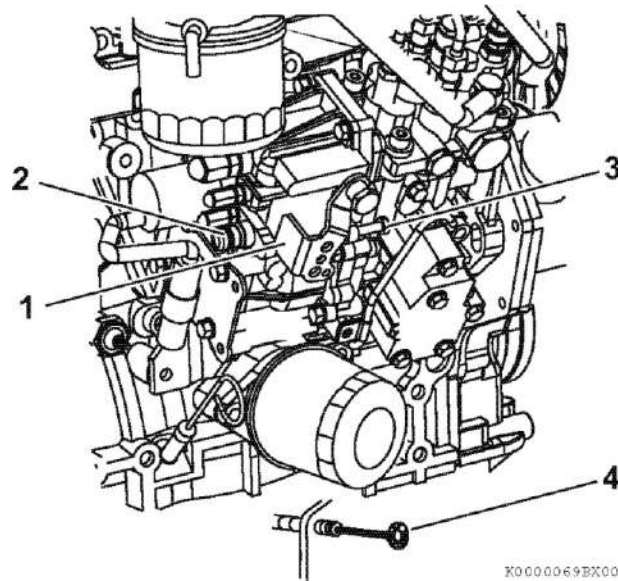

Рисунок 47
1. Проверьте, имеет ли рычаг регулятора (рисунок 47 (1)) жесткий контакт с винтом ограничения высоких оборотов холостого хода (рисунок 47 (2)) и с винтом ограничения малых оборотов холостого хода (рисунок 52 (3)), когда блок контроля числа оборотов двигателя находится в положении максимальной скорости или в положении малых оборотов холостого хода.